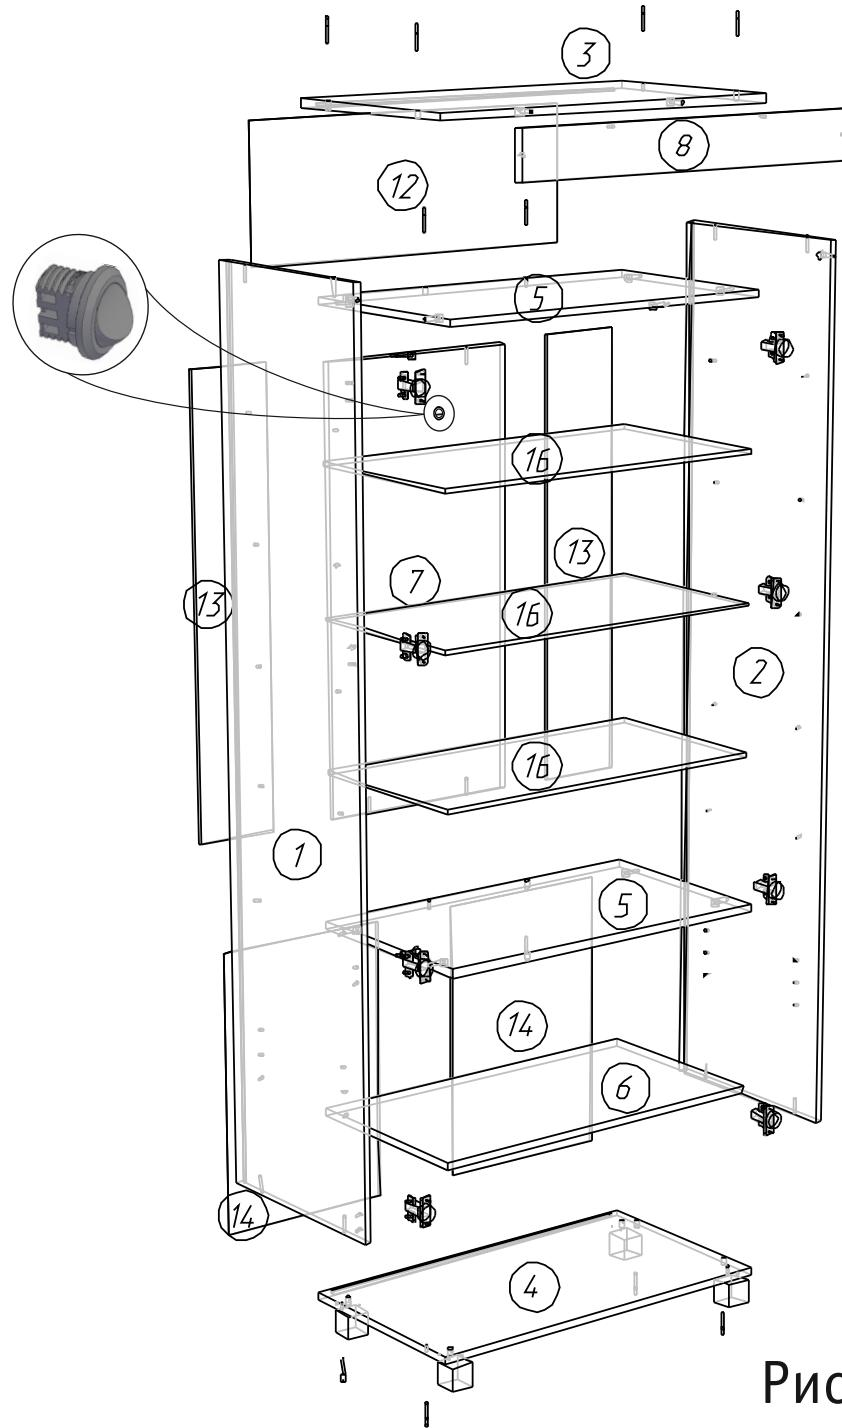

Рис.3.
2. На ровной твердой поверхности соберите каркас шкафа (располагайте детали лицевыми кромками вниз) в соответствии со схемой сборки(деталь 7 имеет выборку под трансформатор на задней невидимой стороне) (рис.3,4).
вставьте выключатель в отверстие в детали 7(рис. 3),